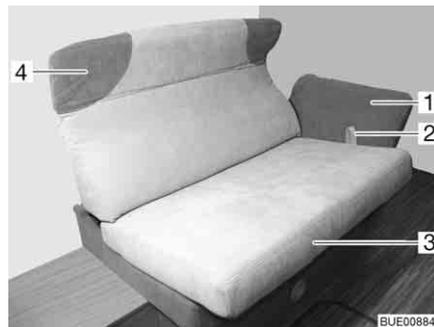

Fig. 101 Regolazione del divano
- Tirare l'asola (Fig. 101,2) verso l'alto e il piano di seduta (Fig. 101,3) sulle guide con cautela verso il centro fino all'arresto.
- Afferrare il cuscino per la nuca (Fig. 101,4) con entrambe le mani e inclinare con cautela verso l'alto o il basso fino alla posizione desiderata.
- Afferrare il bracciolo (Fig. 101,1) con entrambe le mani e inclinare con cautela verso l'alto o il basso fino alla posizione desiderata.